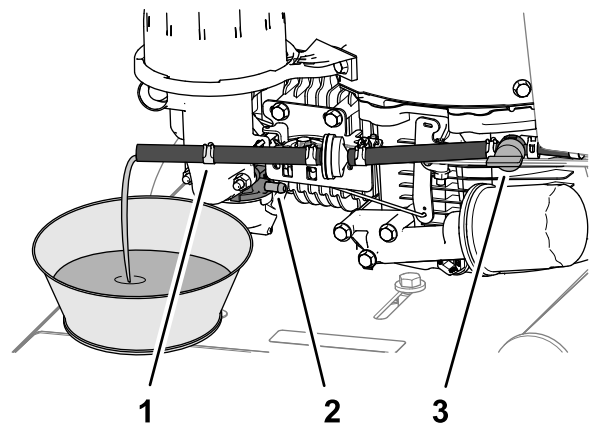

Figura 36
4. En el carburador, apriete los extremos de la abrazadera y apártela del acoplamiento de combustible (Figura 36).